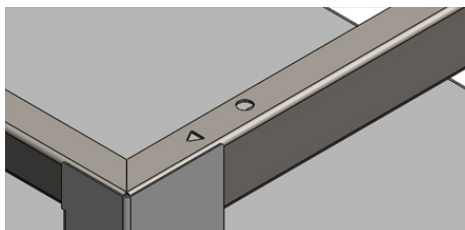
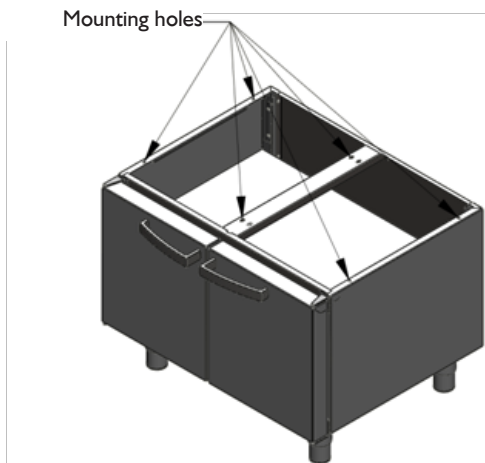
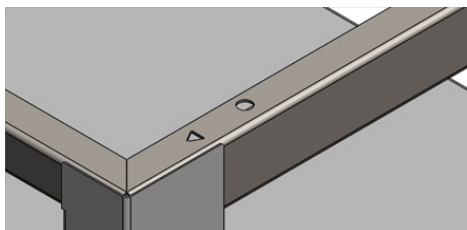
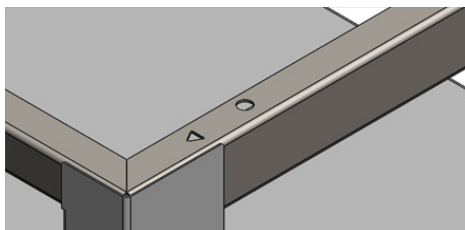

Bild 7. Ein Ausschnitt in Dreieckform, der die Frontseite des Unterbaus anzeigt
Figure 6. Neutral base with door (9703400) with indicated holes for fixing adjustable stands. In other bases, the holes are located similarly.
Figure 7. Triangular cut indicating the front of the base
Figure 7. Découpe triangulaire indiquant l'avant du meuble bas.
2. Das Gastronomiegerät auf so eine Weise auf dem Unterbau aufstellen, dass die Öffnungen im Unterbau (Bild 6) sich direkt mit den Fußöffnungen des Gastronomiegeräts abdecken. Bei einem Unterbau in Gerüstform wurden auf den oberen Leisten Dreiecksymbole angebracht, die die Vorderseite des Unterbaus anzeigen (Bild 7).
Bild 6. Der neutrale Unterbau mit Türen (SL992322U) – auf dem Bild sind die Öffnungen, an denen die Gastronomiegeräte zu montieren sind, sichtbar. Bei den anderen Unterbaugeräten werden die beschriebenen Öffnungen auf einer analogenischen Weise angebracht.
2. Set the adjustable unit on the base so that the holes in the base (Fig.6) coincide with the holes of the feet in the adjustable unit. In case of the base frame, there are triangles in the upper strips indicating its front (Fig.7).
2. réglez l'appareil posable sur le meuble bas de manière à ce que les orifices du meuble bas (Fig.6) s'alignent avec les orifices des pieds de l'appareil posable. Dans le cas des meubles bas sans parois, dans les lattes du haut, les triangles indiquent la face avant (Fig. 7).
Figure 6. Meuble bas neutre avec des portes (9703400) avec les orifices indiqués pour visser les plans de travail neutre. Dans les autres meubles bas les orifices sont placés de manière analogues.